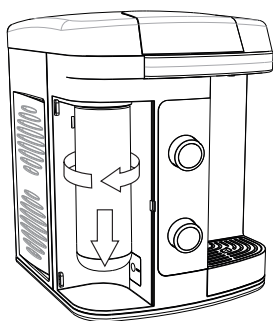

Fig. 12
- Girar o Refil “Girou,Trocou” para a esquerda para desencaixá-lo do produto (Fig. 12).